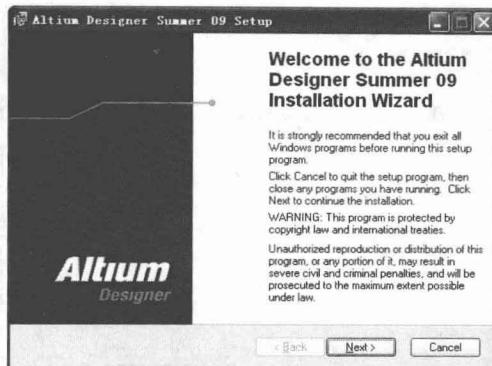

图 1-1 安装向导对话框
(1) 在 Windows XP 操作系统下, 将 Altium Designer S09 安装盘放入光驱, 光盘自动运行后弹出安装向导对话框, 如图 1-1 所示。如光盘未自动运行, 可直接双击安装盘中 Setup 文件夹中的 “setup.exe” 安装应用程序, 系统会弹出如图 1-1 所示的安装向导对话框。